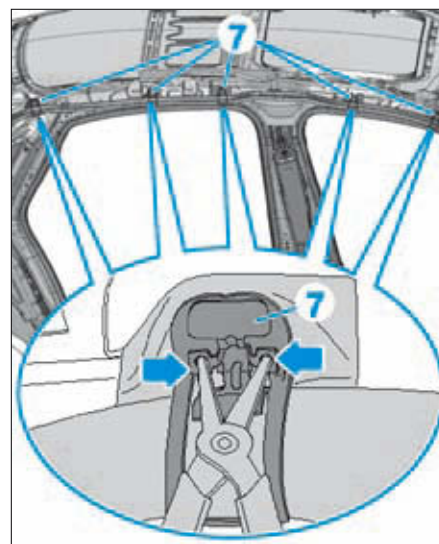

FIG. 16
- Dégrafer de la carrosserie les agrafes (7) des languettes de retenue de l'airbag rideau en comprimant les verrouillages à l'aide d'une pince à becs fins (Fig.16).